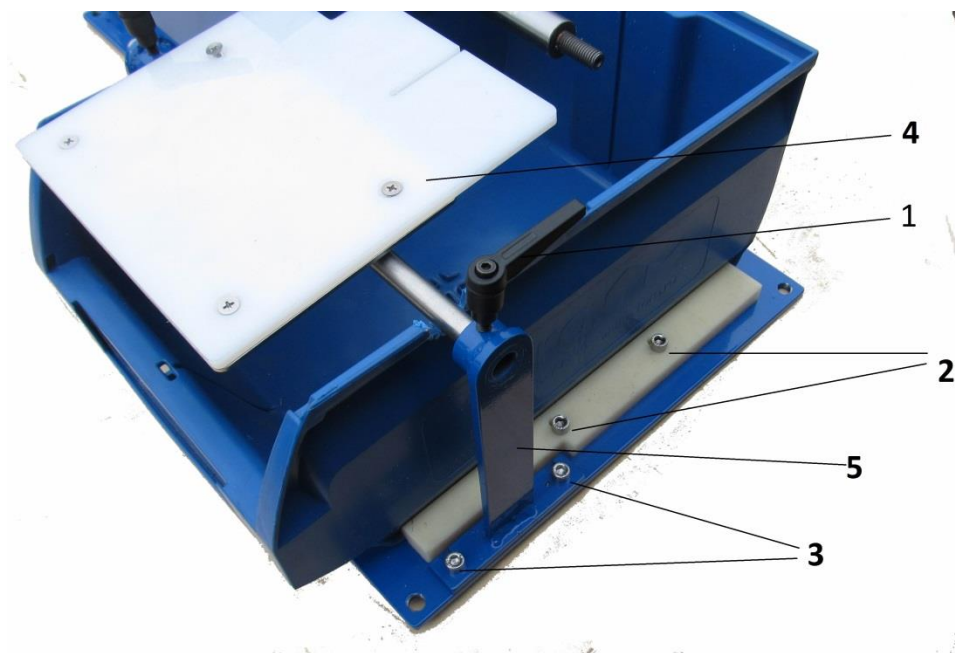
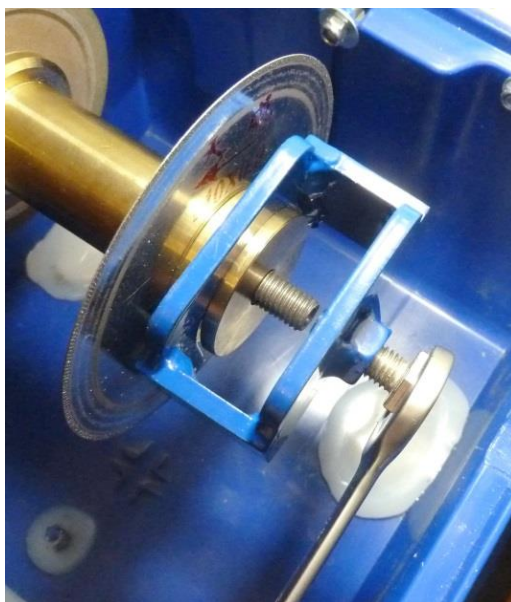

Рис. 2. Крепление стола. 1 - рукоятка крепления оси стола, 2-винты фиксации держателя поддона. 3-винты крепления стойки стола. 4-накладка стола, 5-опора стола.
Рис. 8. Использование съёмника зажимной шайбы при смене инструмента.
Стол (рис. 2) выполнен из нержавеющей стали с пластмассовым покрытием (4) для обеспечения минимального трения при скольжении по нему заготовки. Он закрепляется на станине на опорах (5). В рабочем положении при распиловке или шлифовании ось стола фиксируется двумя винтами (3). Для предотвращения наклона вниз передней части стола во время работы, снизу он опирается на регулируемую винтовую опору (талреп), нижний винт которой свободно входит в небольшое углубление в приливе поддона.
Откинуть брызгозащитный козырёк на петлях назад. Для доступа к валу шпинделя откинуть стол в вертикальное положение, предварительно отвернув фиксирующие его винты. Зафиксировать стол в этом положении винтами. Выбрать шлифовальный и отрезной диски, соответствующие обрабатываемому материалу и намеченной задаче (см. п.3.3.). Прорези столика рассчитаны на установку шлифовального диска диаметром до 100мм и отрезного диска до 125мм. Отвернуть гайку М10 на валу ключом 17 мм, удерживая вал другим ключом 17 мм (см. рис. 2). Снять с вала все втулки и шайбы. Если не удаётся это сделать от руки, следует ввести лапы съёмника в проточку правой зажимной шайбы и с помощью ключа 17 ввести болт съёмника в соприкосновение с валом шпинделя. Дальнейшее вращение болта приведёт к демонтажу шайбы и диска (рис. 8).